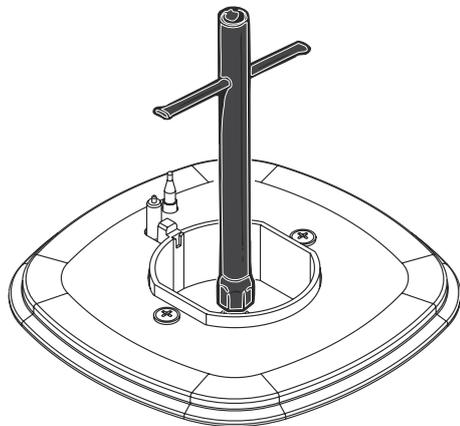

Fig. 12
- Quite el inyector con una llave tubular adecuada (Fig. 12) y en su lugar instale el nuevo inyector adecuado para el tipo de gas que se va a utilizar en el aparato.